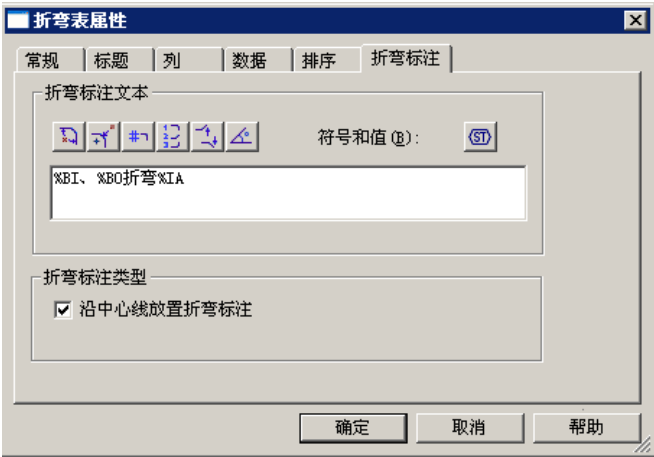

图 7.2.16 “折弯表属性”对话框 (四)
(4) 定义折弯标注。在“折弯表属性”对话框中单击 **折弯标注** 选项卡, 此时“折弯表属性”对话框(四)如图 7.2.16 所示, 在 **折弯标注文本** 区域中依次单击“折弯序列”按钮 、“折弯方向”按钮 和“折弯角度”按钮 ; 在该区域的文本框中的输入内容如图 7.2.16 所示; 在 **折弯标注类型** 区域选中 ☒ **沿中心线放置折弯标注** 复选框, 单击 **确定** 按钮, 选择合适的放置位置单击以生成折弯表, 如图 7.2.17 所示。